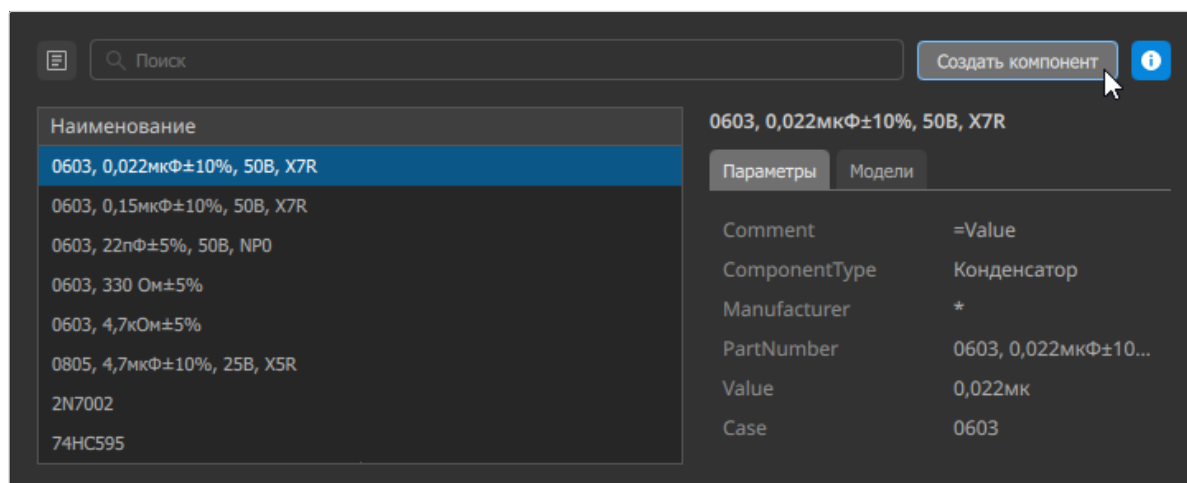

Рисунок 11. Кнопка «Создать компонент»
- 1) В обозревателе библиотек нажать на кнопку «Создать компонент», расположенную в верхнем правом углу вкладки открытой вкладки (см. рисунок 11).